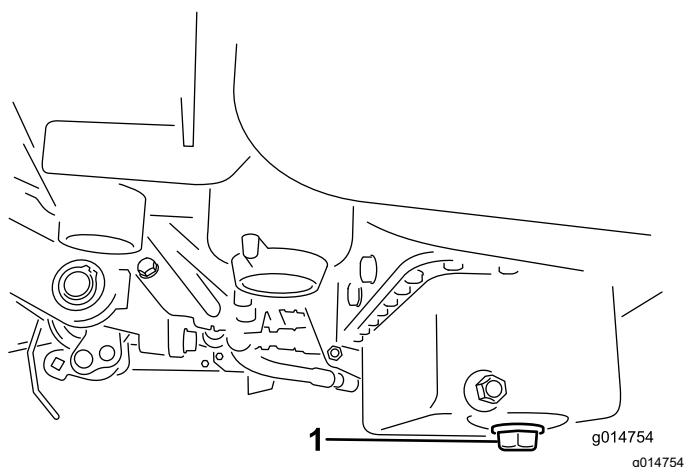

Рисунок 34
1. Снимите сливную пробку и дайте маслу вытечь в сливной поддон. Когда масло перестанет течь, установите сливную пробку на место (Рисунок 34).